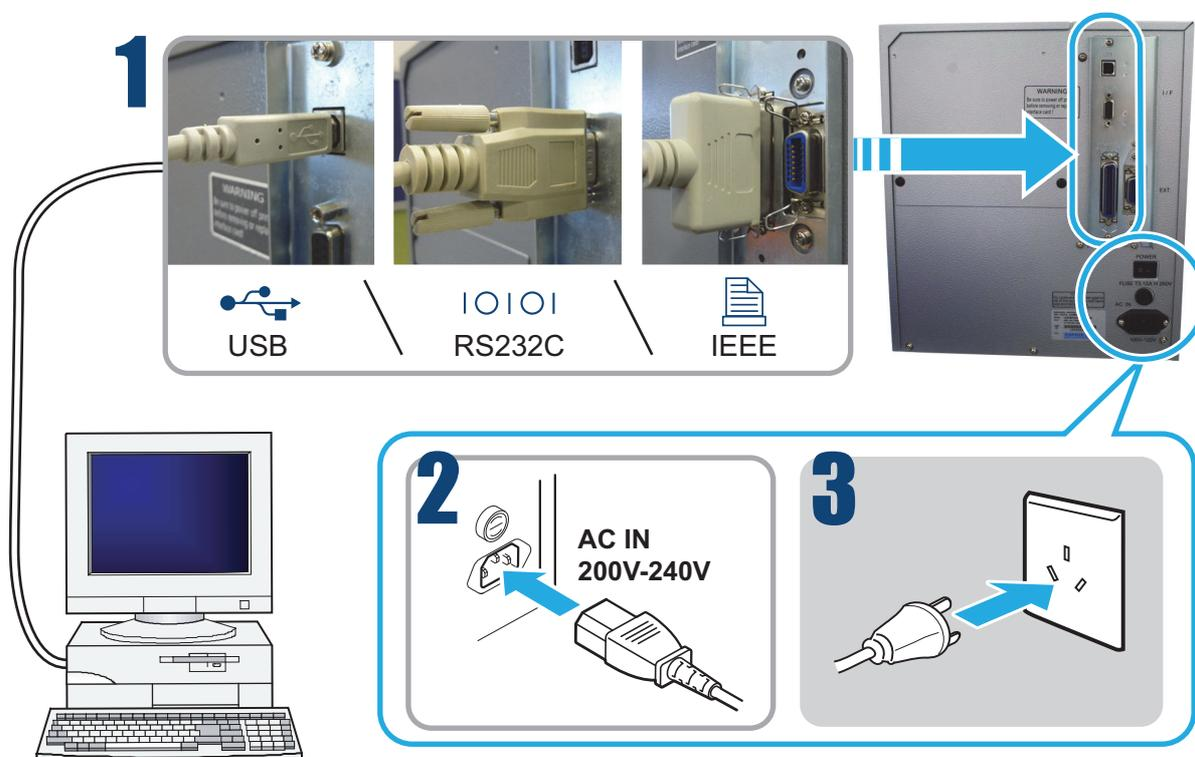

Figure 2-9, Connexion de base
2. Raccordez le câble d'alimentation sur la borne d'alimentation **AC IN** située sur le panneau arrière de l'imprimante. Veillez à orienter correctement le connecteur. Consultez la Figure 2-9 sur la page précédente. En tenant l'imprimante d'une main, introduisez fermement le connecteur.